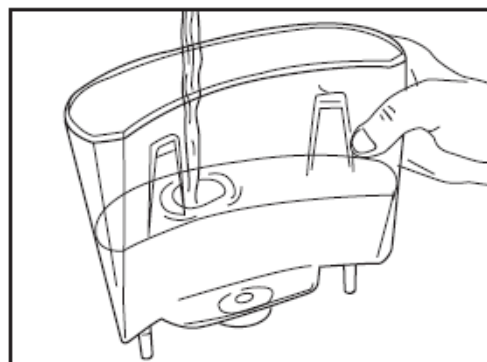

Fig. 6
- Fyll tanken med kallt friskt vatten (Fig.6). Sätt tillbaka tanken med sitt lock.
- Slå på maskinen genom att trycka in Till/Från knappen. Indikatorlampan (1) kommer då att lysa. Maskinen kommer nu att värmas upp. När den gröna indikatorn (2) tänds är maskinen uppvärmd och klar att användas.